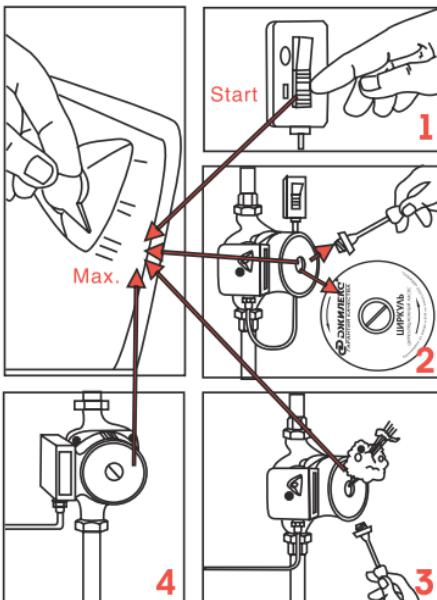

Рисунок 4
6.1 Удаление воздуха (рисунок 4)
Для выпуска воздуха из насоса необходимо выкрутить винт на обратной стороне электромотора (рисунок 4) – воздух начнет сгравливаться через прорезь между валом мотора и подшипником. После того как начнет вытекать теплоноситель, необходимо закрутить винт. В зависимости от условий работы насоса или системы в целом (температура среды), насос может сильно нагреваться.